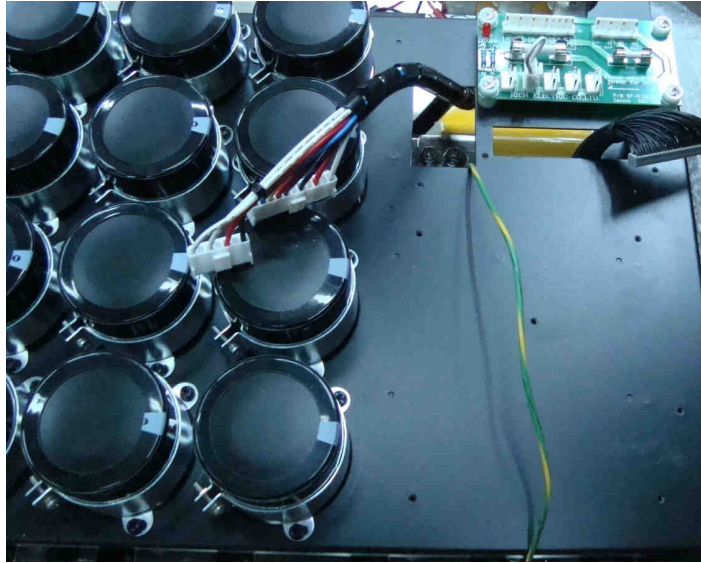

Рис. 7.20.
7.11.3.3. Вытащить через прорези в корпусе блока конденсаторов жгут платы ЦП, жгут платы предохранителей и провод заземления (рис. 7.20).